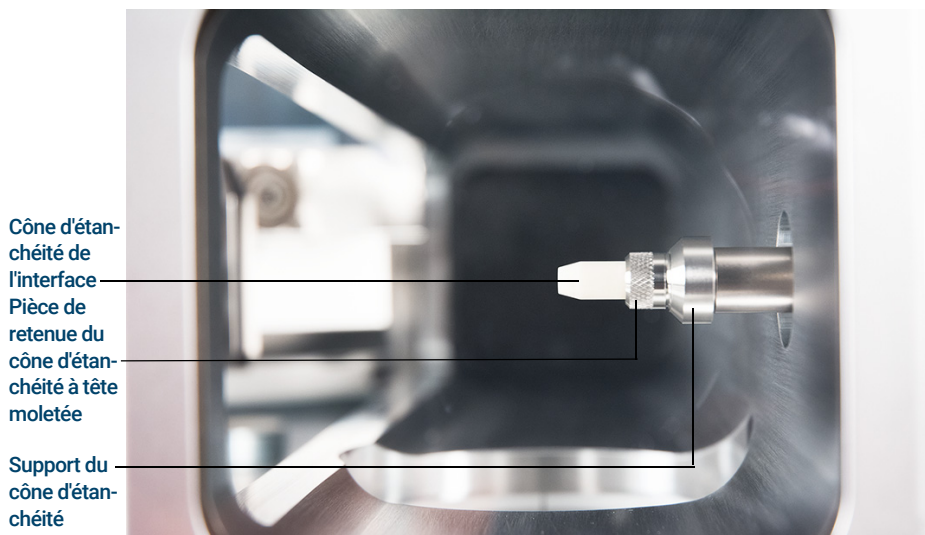

Figure 8. Cône d'étanchéité de l'interface
- 1 Vérifier que la source CI, EI XTR ou HES est installée. Ce cône d'étanchéité et son ressort ne doivent pas être installés lorsqu'une source EI SS ou Inert est installée (voir **Figure 8** page 55).